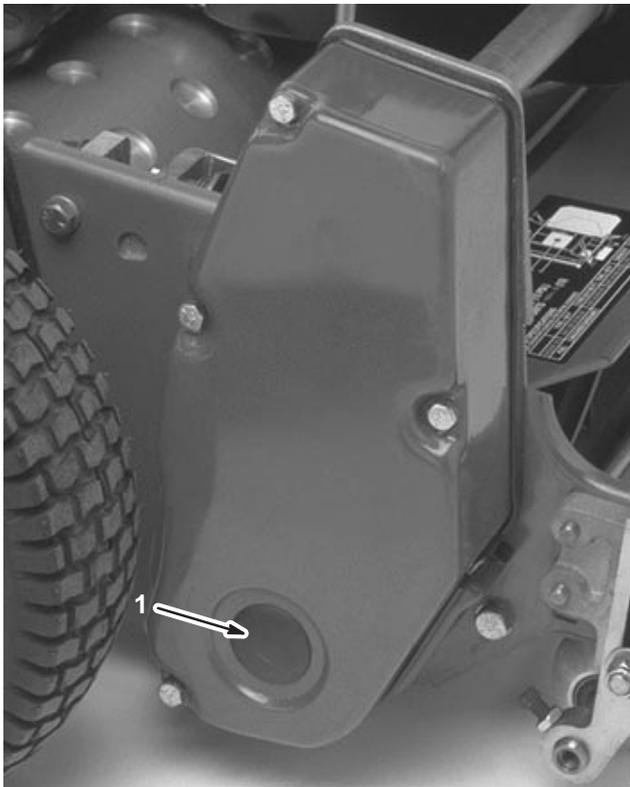

Bild 46
1. Nehmen Sie die Schraube in der rechten Spindeltriebsabdeckung ab (Bild 46).